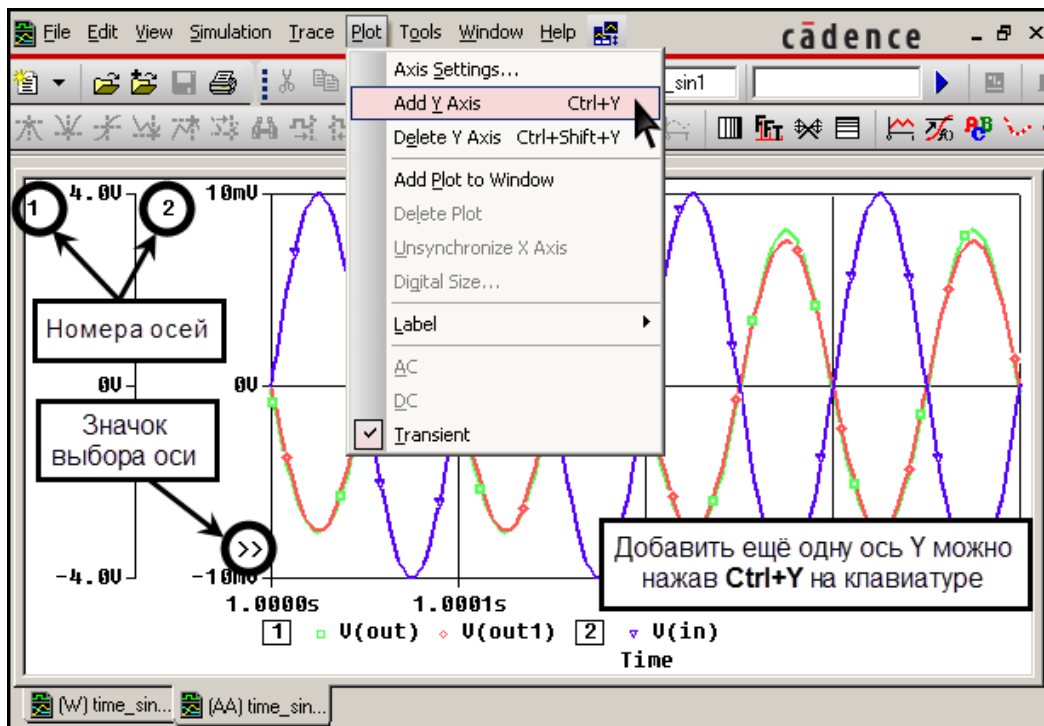

Рис. 72. Добавление новой оси Y
40. Добавить дополнительную ось Y на график. Команда **Plot>Add Y Axis** или сочетание клавиш **Ctrl+Y** (рис. 72).
*Выбранная в данный момент ось помечается значком >> (рис. 72).*